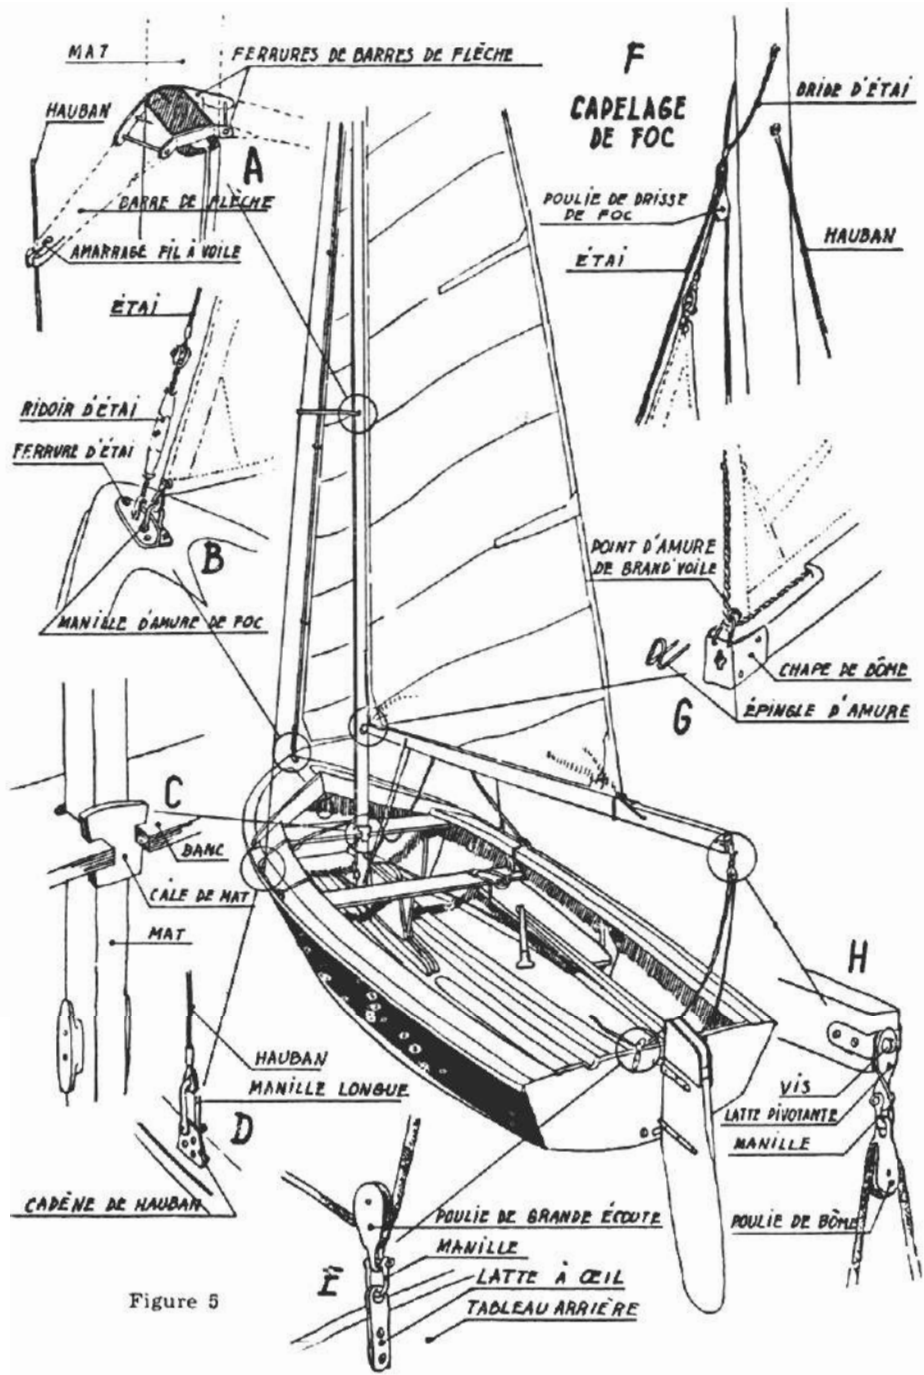

Figure 5
f) Engager les haubans dans les encoches d'extrémité des barres de flèche, les maintenir en place à l'aide de plusieurs tours de fil à voile passés dans les trous des barres de flèche. Les haubans doivent pouvoir coulisser assez librement après ce travail (fig. 5 A).
h) Dresser le mât debout. Engager le pied dans l'emplanture en l'inclinant légèrement vers l'arrière, le redresser en le poussant dans le logement du banc qui sera fermé avec la cale du mât (fig. 5 C).
i) Placer les deux manilles longues dans l'œil des haubans, et après s'être assuré que ceux-ci sont clairs, fixer les manilles dans les trous correspondants des lattes de haubans de façon à ce qu'ils aient une légère tension (fig. 5 D). Dévisser ensuite le ridoir presque entièrement et le fixer par l'une de ses chapes dans l'œil de l'étau puis par l'autre dans le trou avant de la ferrure d'étrave. Visser le ridoir (1) pour reprendre le mou en donnant une tension modérée aux haubans (fig. 5 B).
(1) Le ridoir peut être remplacé par une latte à trous ou un aiguilletage.
k) **Grande écoute.** — Mettre en place la poulie de grande écoute sur la ferrure du tableau ainsi que la poulie de bôme ; faire passer l'extrémité de l'écoute par la poulie du tableau d'avant en arrière, puis par la poulie de bôme et enfin par le trou du tableau où elle est arrêtée par un nœud simple (fig. 5 E et H).
a) **Foc.** — Au moyen d'une manille, fixer l'amure du foc au second trou de la ferrure d'étrave (fig. 5 B), ainsi que la tête de cette voile à la drisse après s'être assuré que celle-ci soit bien claire dans le haut. Mailler les mousquetons à l'étai en commençant par celui du bas. Les écoutes sont passées dans les conduits de chaque bord par l'extérieur en dehors des haubans, un nœud en lacs est fait aux extrémités.
Engager entièrement la ralingue de bordure dans la rainure de la bôme par le point d'écoute et fixer l'amure au moyen de l'épingle spéciale (fig. 5 G).
**Hale-bas.** — Un trou est prévu dans la bôme pour le passage du hale-bas dont une extrémité est à fixer à la ferrure au pied du mât. L'autre extrémité revient dans la ferrure et est amarrée après tension par une demi-clé et une ganse pincée (fig. 5).